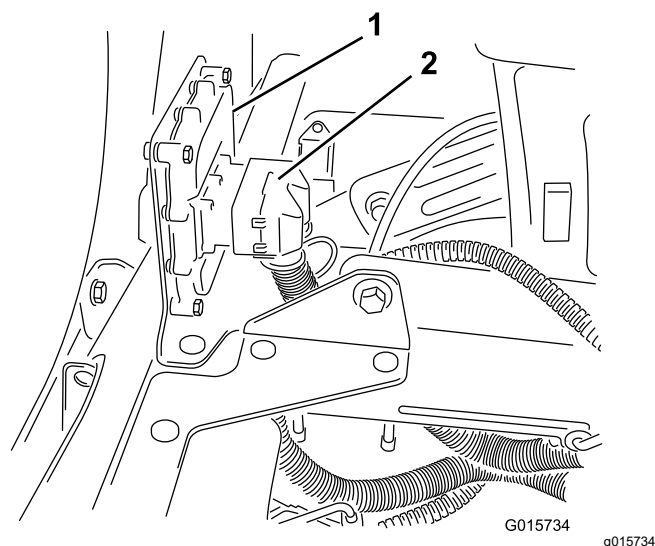

Bild 33
- Schließen Sie den 50-Buchsen-Stecker des Sonic Boom-Kabelbaums am 50-Stift-Stecker des elektrischen Steuergeräts an und befestigen Sie die Anschlüsse mit der Innensechskantschraube (Bild 33).